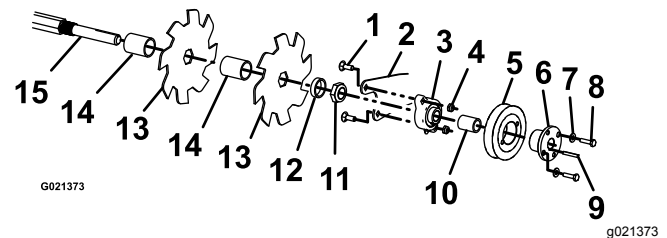

Figura 27
9. Retire los 4 pernos de cuello cuadrado y las contratuercas que sujetan el conjunto de las cuchillas (Figura 27) y retírelo del soporte de montaje de la horquilla.
10. Retire los 2 pernos y las arandelas que sujetan la polea al cojinete. Afloje los tornillos de fijación del cojinete y retire la chaveta del eje (Figura 27). Retire las fijaciones del cojinete del soporte de montaje de la horquilla, y retire el cojinete y la polea.